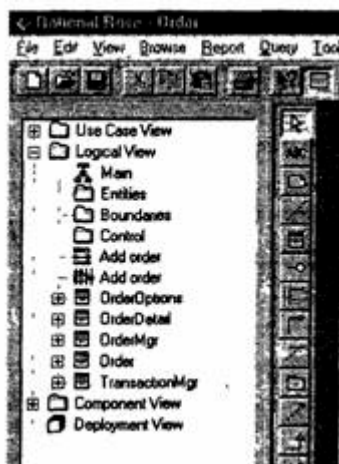

Рис. 1. Пакеты системы обработки заказов
4. Повторив шаги 1—3, создайте пакеты Boundaries (Границы) и Control (Управление). Браузер должен теперь иметь вид, показанный на рис. 1.